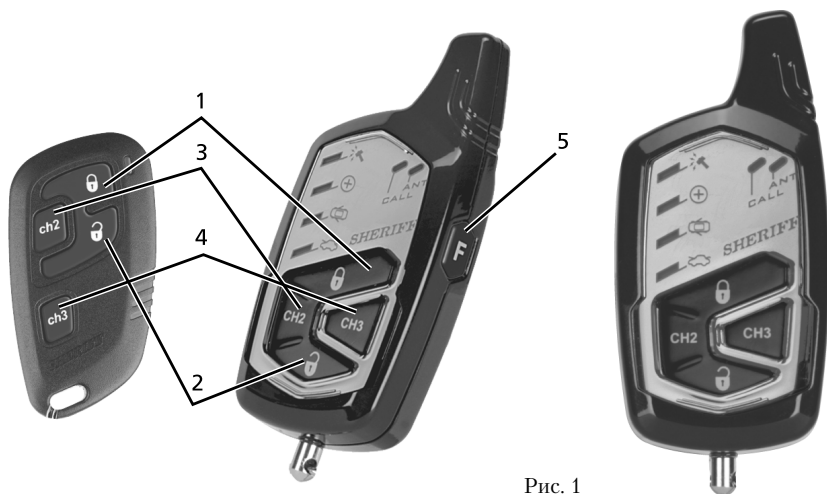

Рис. 1
- Нажмите и удерживайте кнопку 1 (см. рис. 1) первого передатчика, до тех пор, пока Вы не услышите длинный сигнал sireны, подтверждающий, что программирование первого передатчика закончено (каналы передатчика будут запрограммированы автоматически). При этом СИД начнет редко мигать.
- Нажмите и удерживайте кнопку 1 (см. рис. 1) второго передатчика, до тех пор, пока Вы не услышите длинный сигнал sireны, подтверждающий, что программирование второго передатчика закончено. При этом СИД начнет редко мигать.
- Нажмите кнопку 1 (см. рис. 1) первого брелока-передатчика. Система подтвердит запись нового кода брелока в память звуковым сигналом;
- Нажмите кнопку 1 (см. рис. 1) второго брелока-передатчика. Система подтвердит запись нового кода брелока в память звуковым сигналом;